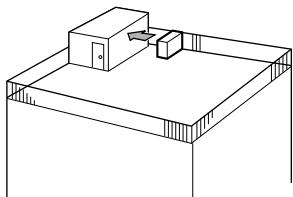

Fig. 2-3
- (1) Direccione a saída de ar para a parede mais próxima a uma distância de cerca de 50 cm. (Fig. 2-3)